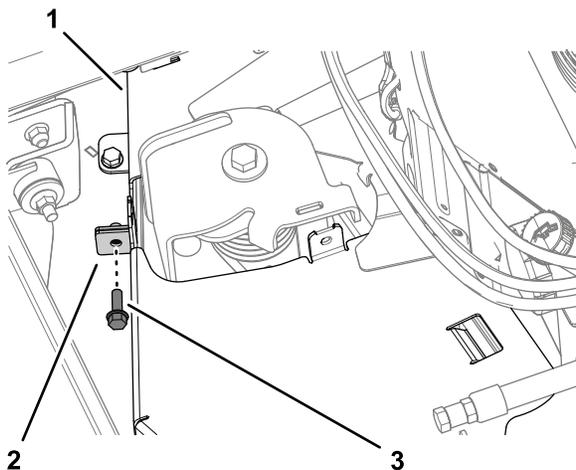

Figura 44
- 3. Fissate le flange del copricinghia con la vite a testa flangiata (Figura 44) rimossa in Rimozione del copricinghia sinistro (pagina 28).